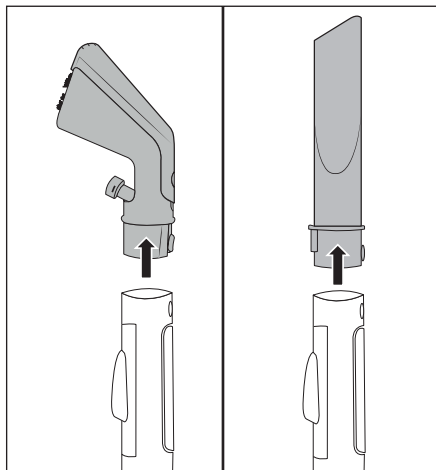

Rys. 7
- ◆ Chwyc zbiornik na brudną wodę **7**  za uchwyt pokrywki **3** i wyciągnij go do góry z urządzenia (patrz rys. 7).
- ◆ Wyciągnij obydwa zaczepy mocujące lekko na zewnątrz i zdejmij pokrywkę **3** (patrz rys. 7).